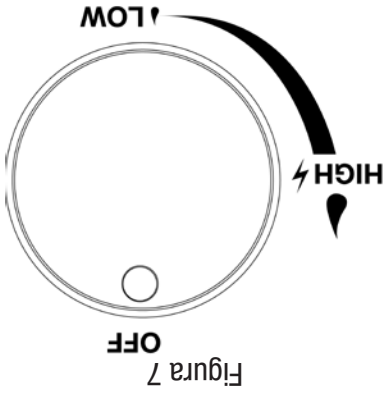

Figura 7
3. La parrilla de control tiene que estar en la posición "OFF" (apagado). Vea la Figura 7.